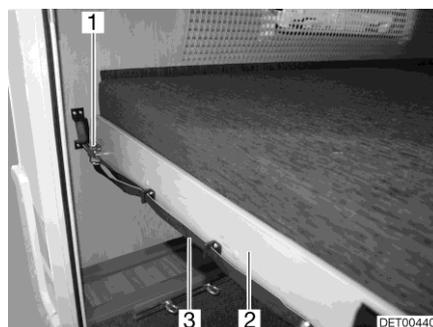

Bild 74 Etagenbett (Heck)
Etagenbett zur Heckgarage umbauen: ■ An der Schlaufe (Bild 74,3) ziehen und den Riegel (Bild 74,1) lösen.
- Den Lattenrost (Bild 74,2) mit der Matratze nach vorn ziehen, bis er einrastet.